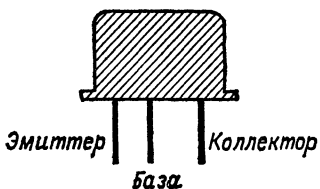

Рис. 30. Типичное расположение трех выводов транзистора.
**Л.** — Опознаются они очень просто. Обычно три проводочных вывода расположены в линию (рис. 30), причем средний из них соединен с базой, один из крайних выводов, ближайший к среднему, — с эмиттером, а другой вывод — с коллектором (этот вывод иногда отмечается цветной точкой).